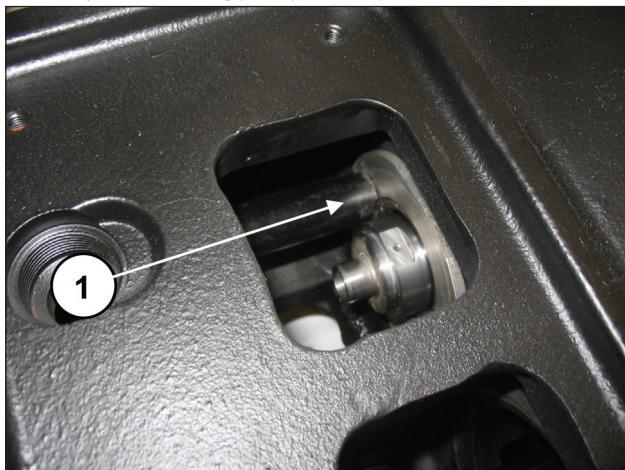
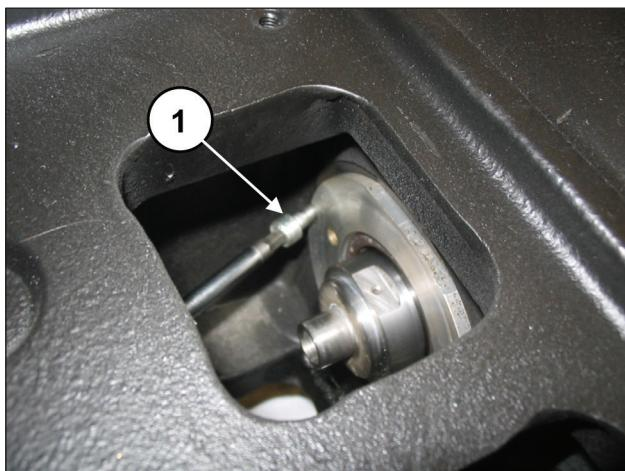

图142
图143
确保盖子完全进入底座（①，图142）注意不要损坏油封唇。拧紧油封盖，可使用2个M6x14螺丝（①，图143）。